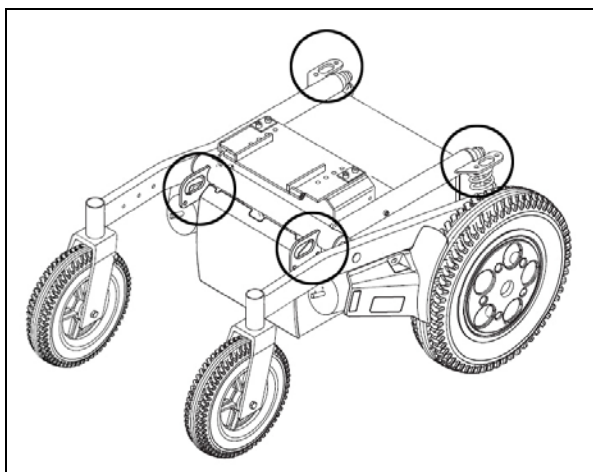

Figure 3.17: Points d'attache pour un transport sécurisé. Ils sont identiques pour la propulsion avant ou la propulsion arrière.
- Le fauteuil roulant doit être attaché aux points de fixation prévus (Figure 3.17) et ne peut pas être fixé à l'endroit des accessoires (comme les accoudoirs, anti-bascule etc.).